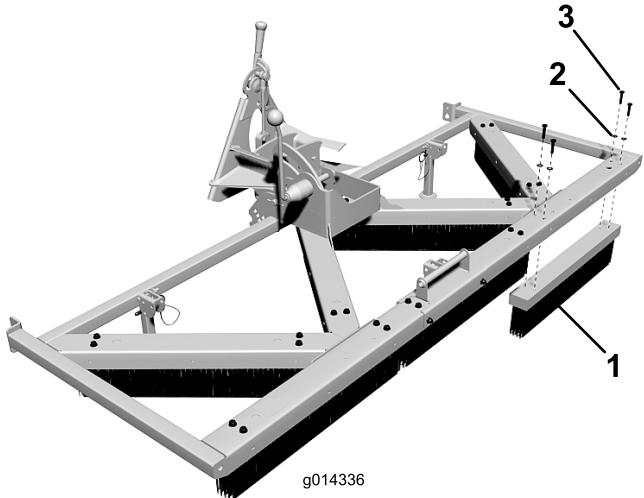

Figura 5
1. Sujete cada uno de los 7 cepillos a la parte inferior del acondicionador de césped con 4 pernos de 5/16 x 1-1/2 pulgadas y arandelas. Posicione los cepillos según se muestra en Figura 5.